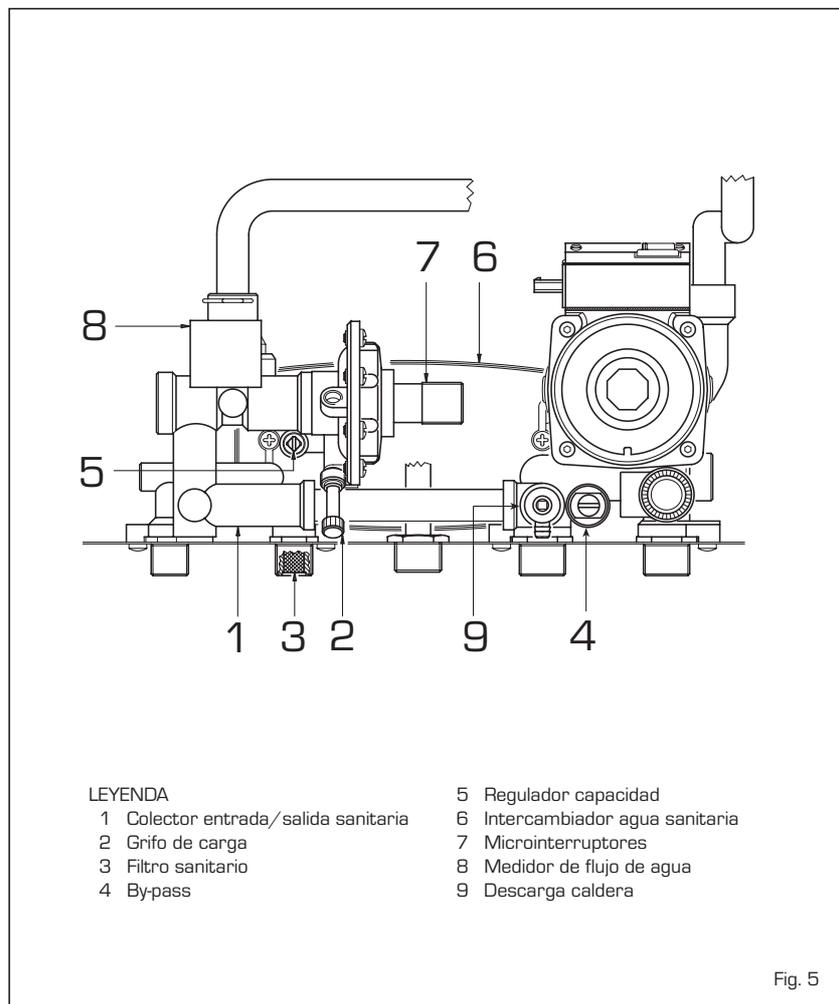

Fig. 5
2.5 RELLENADO DE LA INSTALACION (fig. 5)
2.5.1 Vaciado de la instalación (fig. 5)